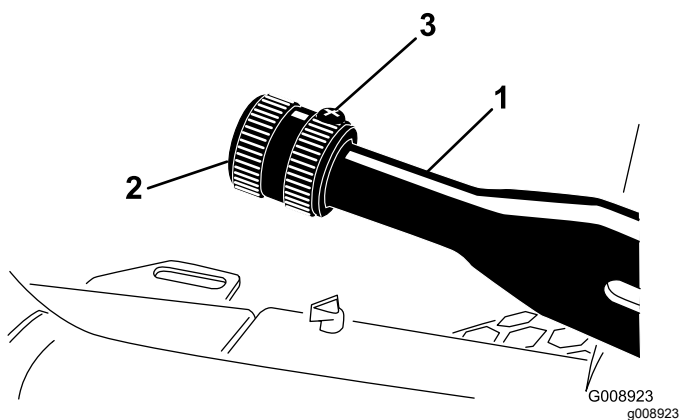

Bild 59
2. Lösen Sie die Stellschraube, mit der das Handrad am Feststellbremshebel befestigt ist (Bild 59).